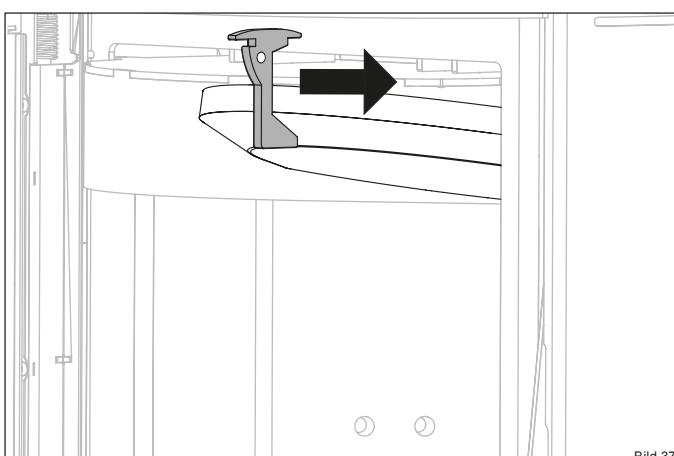

Bild 37
- Schieben Sie den Thermosteinhalter nach vorne (Bild 37).